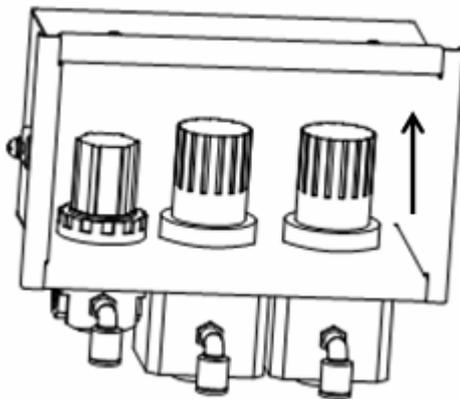

Рисунок 10-61 Регулятор давления 0,16 МПа
1. Поднимите ручку регулировки регулятора давления 0,16 МПа (Рисунок 10-61).